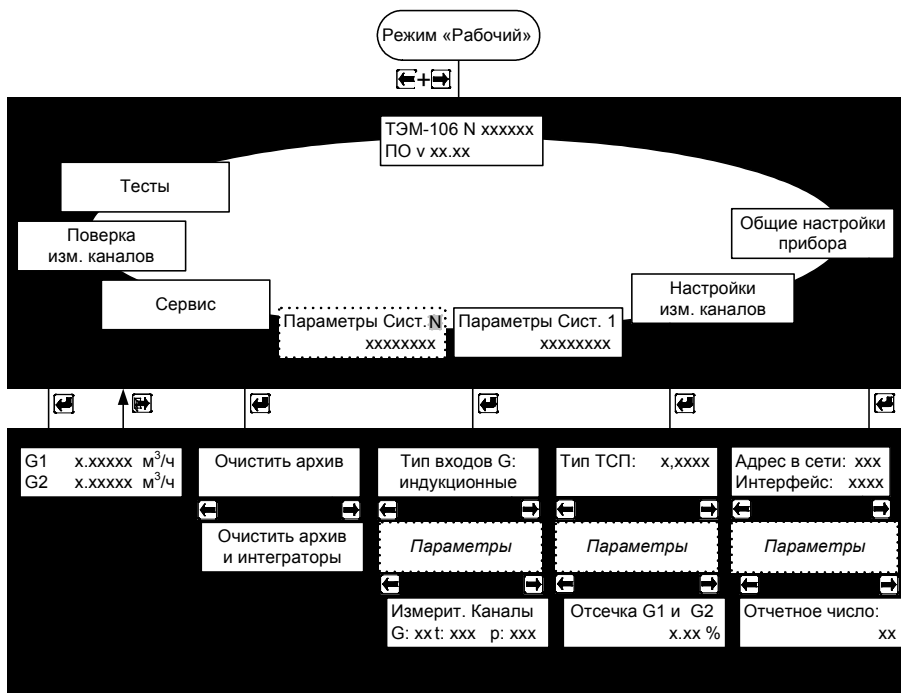

Рис. 7.2
7.3.1 Для входа в режим работы теплосчетчика «Настройки» необходимо, находясь в любом меню режима «Рабочий», **одновременно нажать кнопки «влево» и «вправо»**. Порядок перехода между окнами в режиме «Настройки» изображён на рис. 7.2.
Рис. 7.2а